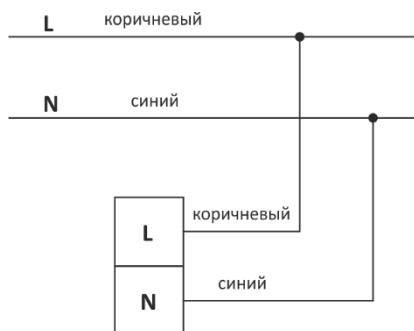

Рисунок 2
Подключение светильника к электрической сети произвести согласно схеме рис.2.
4.2 Подключите сетевой провод (4) к сети электропитания (5) согласно рис.2.